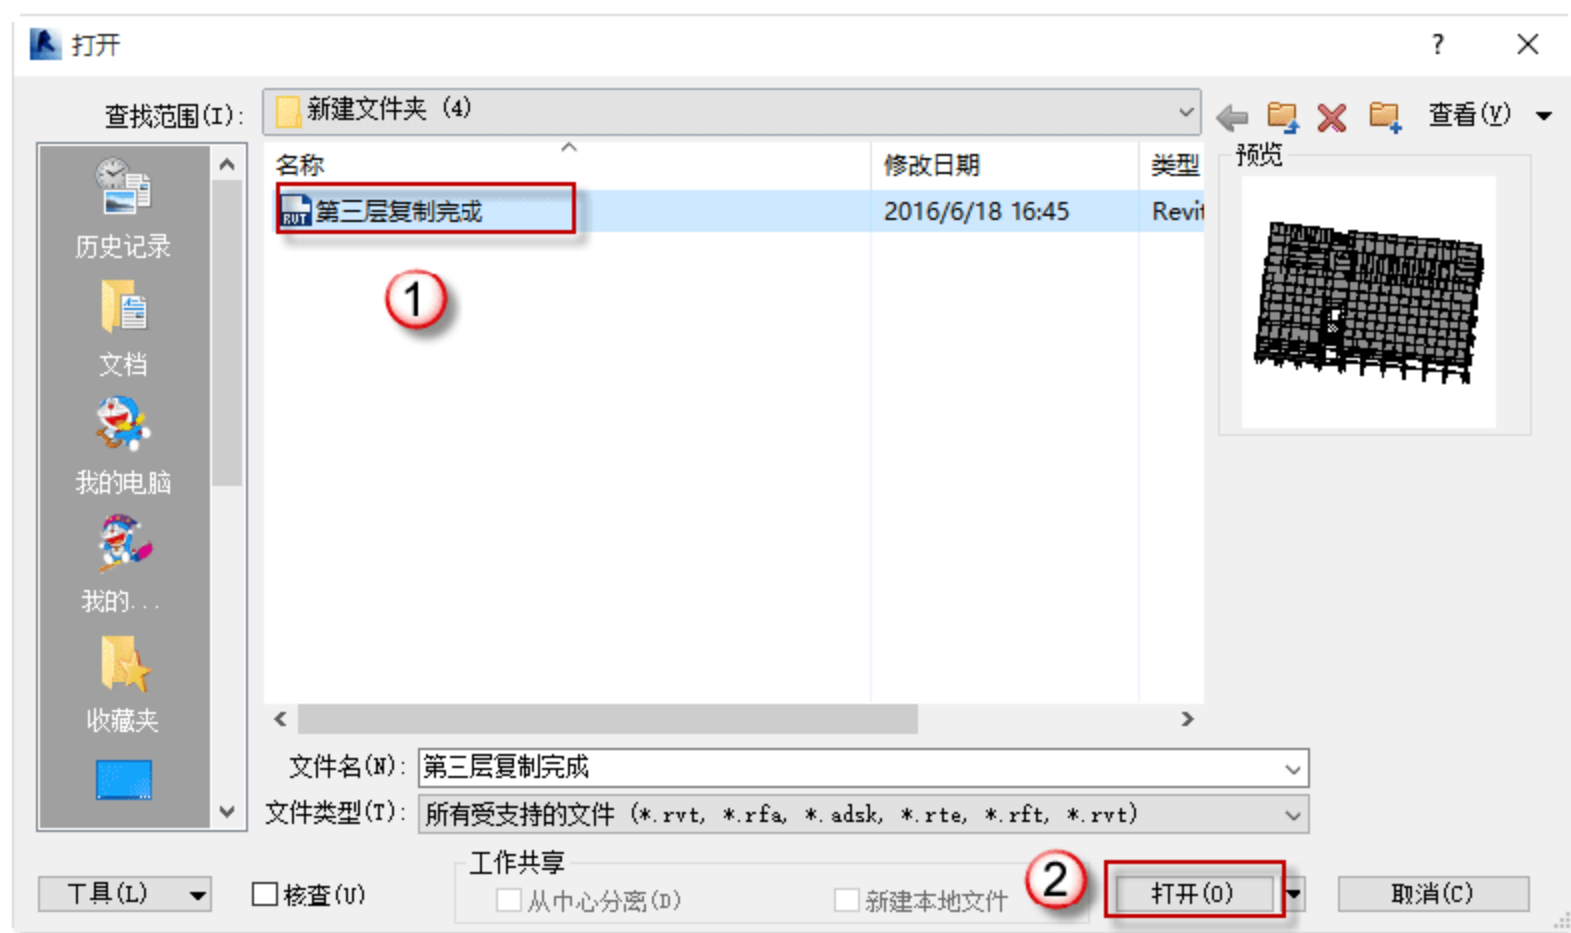

图 4.4.21 打开项目
(1) 打开项目文件。单击“打开”按钮，在弹出的对话框中打开保存的文件，或者直接单击“历史项目”按钮，如图 4.4.21 所示。